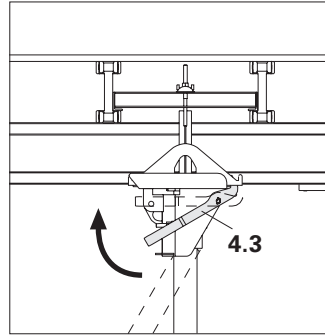

Fig. A7.02
1. Aprire la staffa di bloccaggio (4.3). (Fig. A7.02)